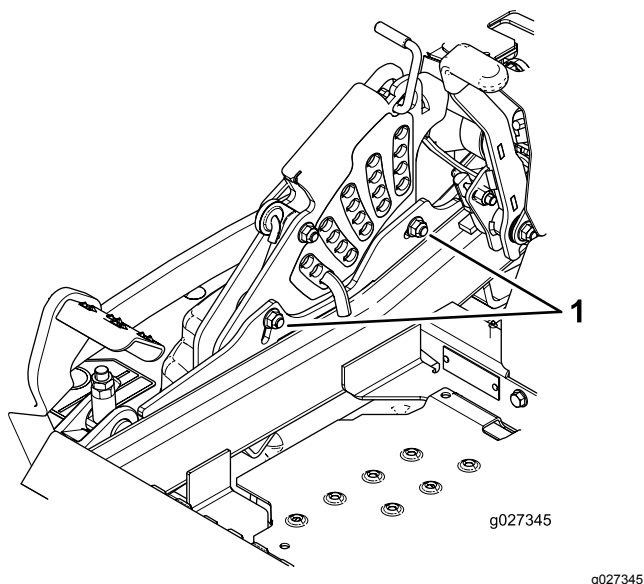

Figure 87
12. Pour régler le système monopoint, desserrez les 2 boulons au bas de la plaque de hauteur de coupe. Voir Figure 87.
14. Serrez les 2 boulons au bas de la plaque de hauteur de coupe (Figure 87). Serrez les boulons à un couple de 37 à 45 N·m (27 à 33 pi-lb).